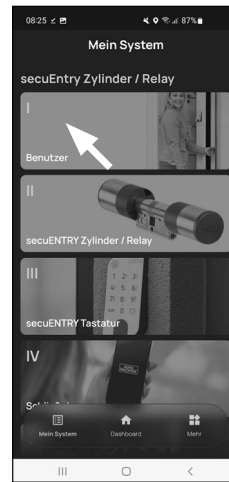

Fig. 2
- 2 Appuyez sur le premier élément du menu « I - Utilisateurs » (Fig. 2).
- 3 Vous voyez figurer les utilisateurs déjà créés. Appuyez sur l'utilisateur pour lequel vous souhaitez configurer le Télécommande (Fig. 2).